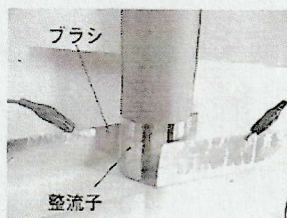

図4
④ ここでモーターの整流子に触れる部分（ブラシという）を示し、図4のようにブラシのモデルのアルミテープにリード線をつなぎ、整流子をはさむ。左側にあった導線が上向きの力を受け回転することを確認させる。